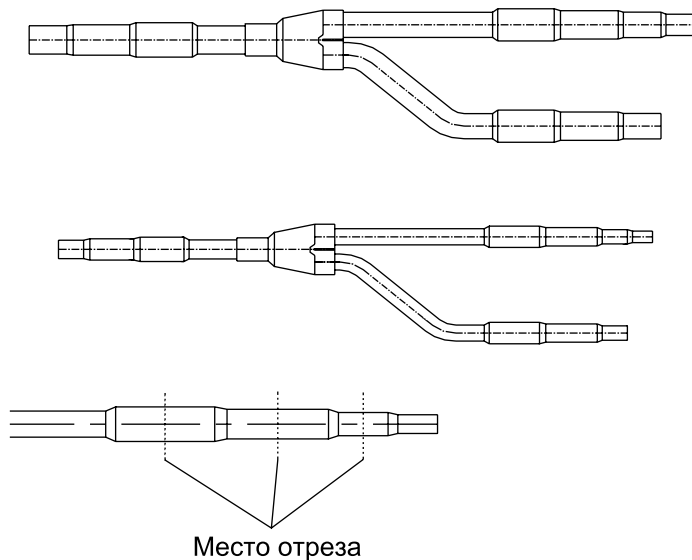

Рисунок 7.5 — Отрез разветвителя в нужном сечении
7.4.4 Разветвитель имеет разные диаметры в разных сечениях. В зависимости от мощности блока и диаметра трубки разветвитель отрезается в нужном сечении (см.рис.7.5)